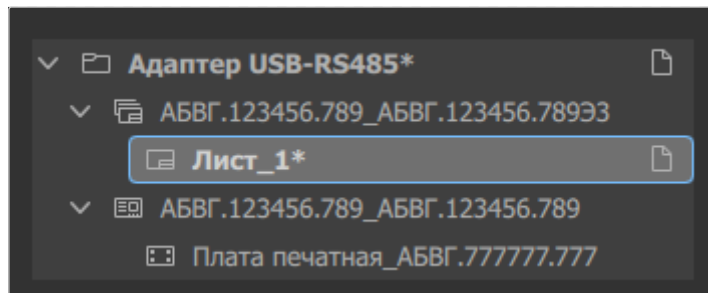
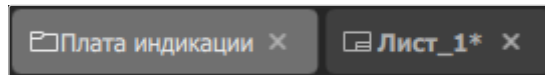

Рисунок 35. Лист документа с несохраненными изменениями на панели «Проекты»
Рисунок 36. Лист документа с несохраненными изменениями на строке вкладок
**Примечание**— Документы, в которых есть несохраненные изменения, помечены в структуре проекта и на строке вкладок значком «\*», а их наименование на вкладке выделено жирным шрифтом (см. рисунок 35 и рисунок 36).